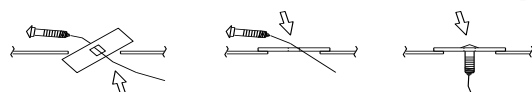

Figure 3
- Install Hitch** - Raise hitch into position, over the exhaust, and feed the pull wires through bracket slots. Remove pull wires and loosely install conical washers ③, hex nuts ④ to the hitch. Loosely install carriage bolt ⑤, spacer ⑥, conical washer ⑦, hex nut ⑧ through hook bracket of hitch and vehicle tow hook, **see Figure 3 & 4**.
- Reinstall (4) rivets on bottom of fascia and return (1) rivet to owner and reinstall the muffler hanger to move the muffler back into position.
5. Install Hitch - Raise hitch into position, over the exhaust, and feed the pull wires through bracket slots. Remove pull wires and loosely install conical washers (3), hex nuts (4) to the hitch. Loosely install carriage bolt (5), spacer (6), conical washer (7), hex nut (8) through hook bracket of hitch and vehicle tow hook, **see Figure 3 & 4.**
5. Installer l'attelage - Soulever l'attelage en position, au-dessus de l'échappement, et acheminer les fils de tirage à travers les fentes du support. Retirer les fils de tirage et poser lâchement des rondelles coniques ③ et des écrous hexagonaux ④ sur l'attelage. Installer lâchement boulon de carrosserie ⑤, espaceur ⑥, rondelle conique ⑦, écrou hexagonal ⑧ à travers le support du crochet de l'attelage et le crochet de l'attelage, voir Figures 3 et 4.
7. Réinstaller quatre (4) rivets dans le bas du carénage et remettre un (1) rivet au propriétaire et réinstaller le support de silencieux pour remettre le silencieux dans sa position.
5. Installer l'attelage - Soulever l'attelage en position, au-dessus de l'échappement, et acheminer les fils de tirage à travers les fentes du support. Retirer les fils de tirage et poser lâchement des rondelles coniques (3) et des écrous hexagonaux (4) sur l'attelage. Installer lâchement boulon de carrosserie (5), espaceur (6), rondelle conique (7), écrou hexagonal (8) à travers le support du crochet de l'attelage et le crochet de l'attelage, voir Figures 3 et 4.